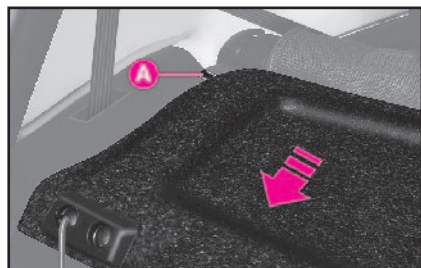

fig. 68
– Para bloquearlas: gire la llave a la posición **1-fig. 68** con la puerta bien cerrada.
Luego, tire de la repisa hacia el exterior desenganchando los pernos **A**-fig. 68 de sus alojamientos.